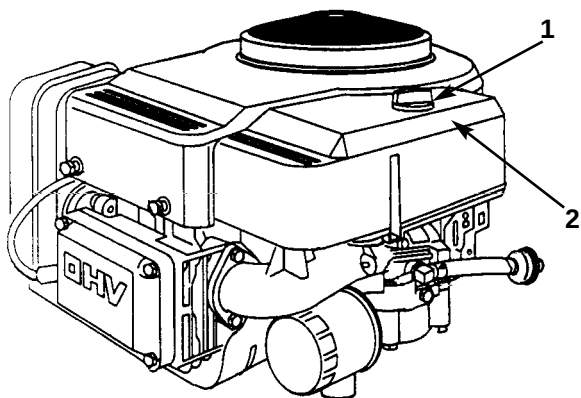

Fig. 28
3. Rengør omkring luftfilteret for at undgå, at der kommer snavs ned i motoren og forvolder skade. Løsn knappen og fjern luftfilterdækslet (fig. 28).
3. Sæt luftfilterdækslet og knappen (fig. 28) på. Stram knappen godt.